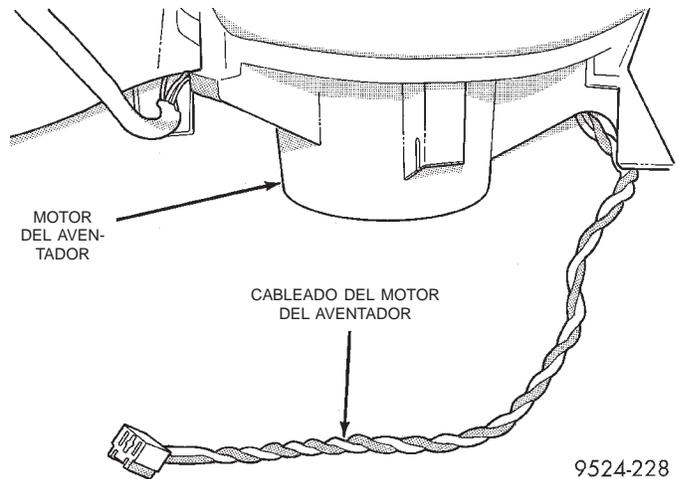
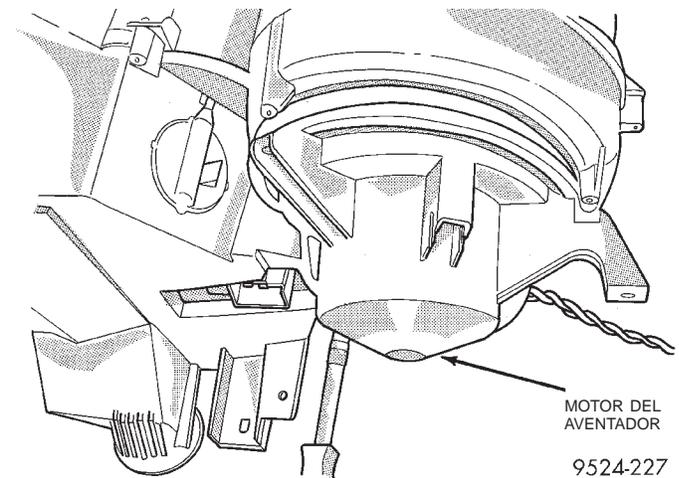

Fig. 12 Cableado del motor del aventador
Fig. 13 Motor del aventador
- (1) Desconecte la batería.
- (2) Retire el conducto del silenciador inferior derecho de debajo del tablero.
- (3) Retire el conector del motor del aventador del bloque del resistor (Fig. 12).
- (4) Retire los tornillos de retén de la caja del motor del aventador.
- (5) Baje la caja del motor del aventador y retírela de la caja del calefactor (Fig. 13).
- (6) Retire el espiral del ventilador del eje del motor.
- (7) Retire el motor de la caja.